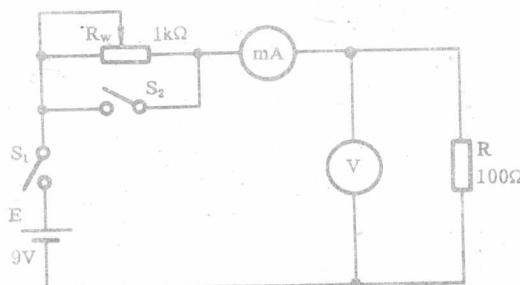

图 2-1 欧姆定律实验电路
4. 按图 2-1 接线。注意：把电位器 R_w 的滑臂置于左边。